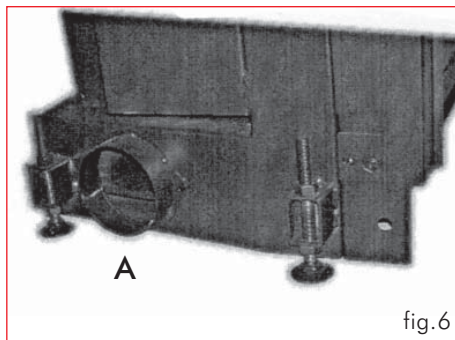

fig.6
Consta de tubo (A) de 12,5 cm de diámetro para aplicar a la toma que se va a utilizar (fig.6). La conexión con el exterior debe mantener una sección útil pasante de al menos 125 cm² a lo largo de todo el recorrido. Las bocas que no se utilizan para la conexión del tubo flexible de paso del aire de combustión deben permanecer cerradas con una tapa.